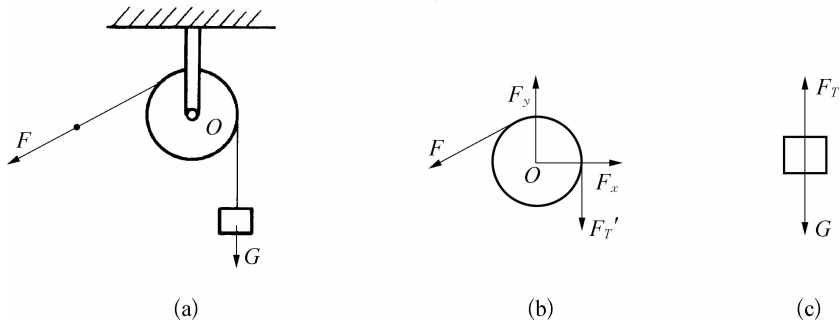

图 1-1-17 定滑轮系
- ① 根据题意,确定研究对象,取分离体并单独画出。
- ② 在分离体上画出所有主动力。
- ③ 根据约束类型正确画出相应的约束反力。
**【例 1-1】** 图 1-1-17(a)所示定滑轮系统中,定滑轮在轮心  $O$  处受到平面铰链约束,在绳子的一端施加力  $F$ ,将重力为  $G$  的物体匀速吊起。设滑轮本身重力不计,滑轮与轴之间的摩擦亦不计,试分别画出重物与滑轮的受力图。
**解:** ① 将滑轮约束解除画出分离体,作用于其上的力有主动力  $F$  和绳子的拉力  $F_T$ ,以及铰链  $O$  的约束反力  $F_x$ 、 $F_y$ 。如图 1-1-17(b)所示。
② 将重物约束解除并画出分离体,它受到的主动力是重力  $G$ 、约束反力是绳子的拉力  $F_T$  的作用,如图 1-1-17(c)所示。 $F_T$  和  $F'_T$  为作用力与反作用力关系。